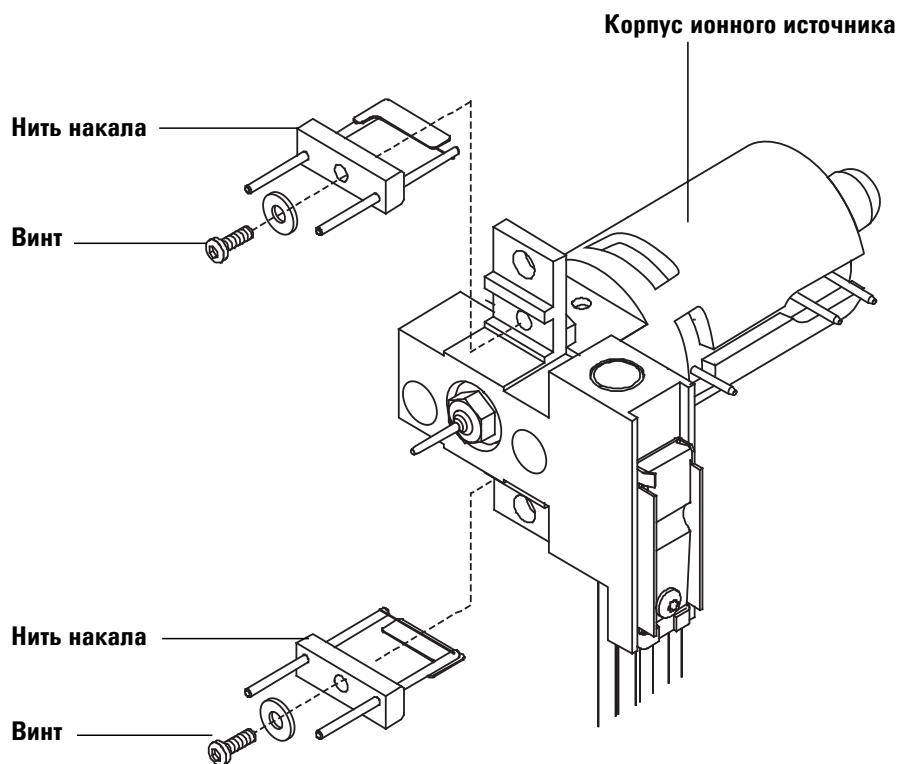

Рис. 33 Замена нити накала
- 4 Удалите винт, закрепляющий нить накала в корпусе ионного источника. (См. Рис. 33.)
- 5 Извлеките нить накала из блока ионного источника. (См. Рис. 33.)
- 2 Установите новую нить накала в корпус ионного источника. (См. Рис. 33.)